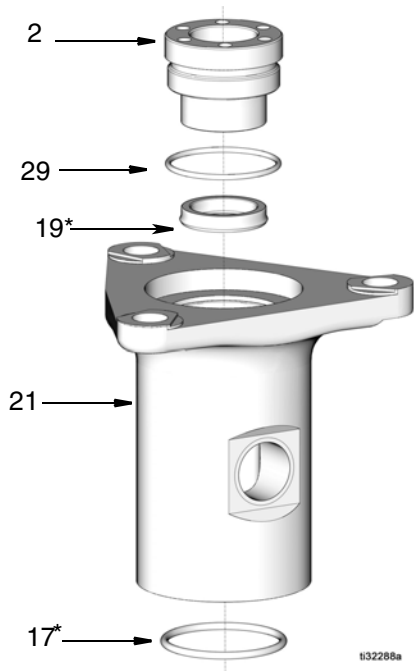

图 12
1. 在 O 形圈 (17*) 和喉管密封 (19*) 上涂一层薄薄的润滑脂，并将零件安装在泵底座 (21) 中 (图 12)。
2. 在 O 形圈 (29*) 上涂一层薄薄的润滑脂，然后将 O 形圈安装到填料压盖 (2) 上。将密封压盖 (2) 拧紧到泵底座 (图 12)。